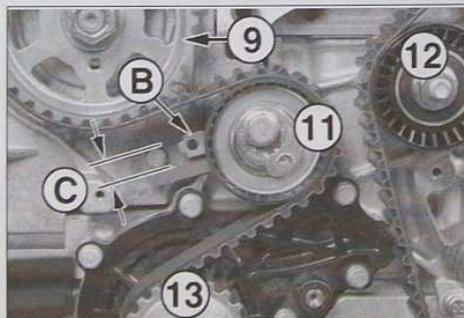

FIG. 14
- Mettre en contact le galet tendeur (11) avec la courroie.
- À l'aide d'une clé six pans, tourner le galet tendeur (11) vers la droite jusqu'à aligner l'index du galet (B) au milieu de la fourche symbolisée en (C) (Fig.14).